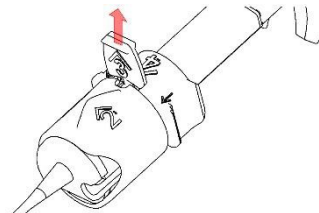

Fig. 2b
5. Remova a rolha vermelha indicada '3' puxando e descartando-a (Fig. 2b).